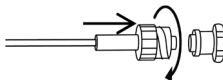

Abbildung 2
2. Die Gasprobenahmeleitung (Luer-Steckverbindung) mit dem Atemgasmonitor verbinden, siehe Abbildung 2. Die Luer-Steckverbindung im Uhrzeigersinn drehen, um eine feste Verbindung herzustellen, so dass kein Gas aus dem Anschlusspunkt austreten kann.